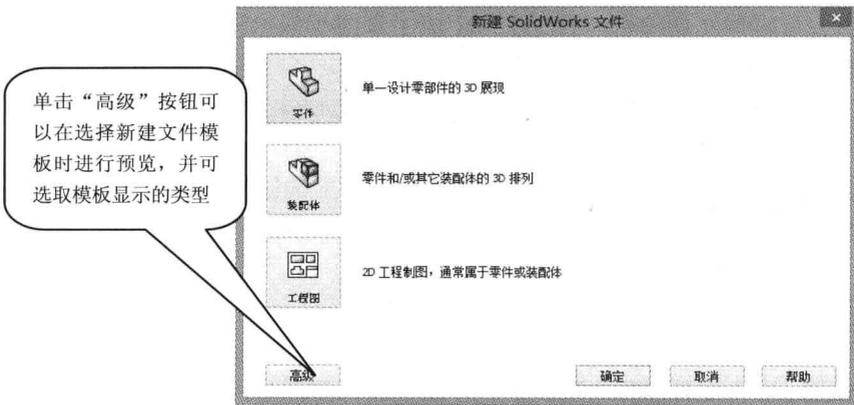

图 1-6 “新建 SolidWorks 文件”对话框
STEP 2 如图 1-6 所示，在打开的“新建 SolidWorks 文件”对话框中选择不同按钮，可以新建不同类型的文件，这里保持系统默认，选择“零件”按钮，再单击  按钮即可新建零件文件。